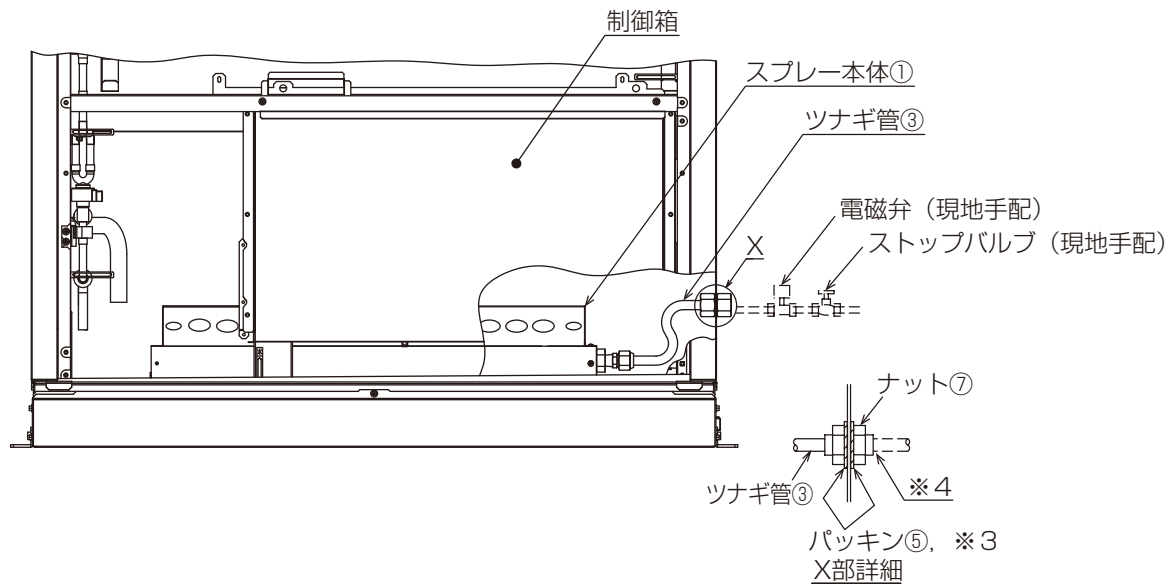

図 6
5) ツナギ管③をスプレー本体接続口と2) で打ち抜いた加湿器配管用穴に合わせて取付けてください。… 図 6
- ※1 図 6 は右配管取出しの場合を示しています。
- ※4 加湿器配管用穴の締付け部にはパネルへの伝熱防止のため、必ずパッキン⑤をはさんで締付けてください。
- ※5 ツギテ②および現地配管接続部の P T ネジ部にはシールテープ等のシール材を使用してください。